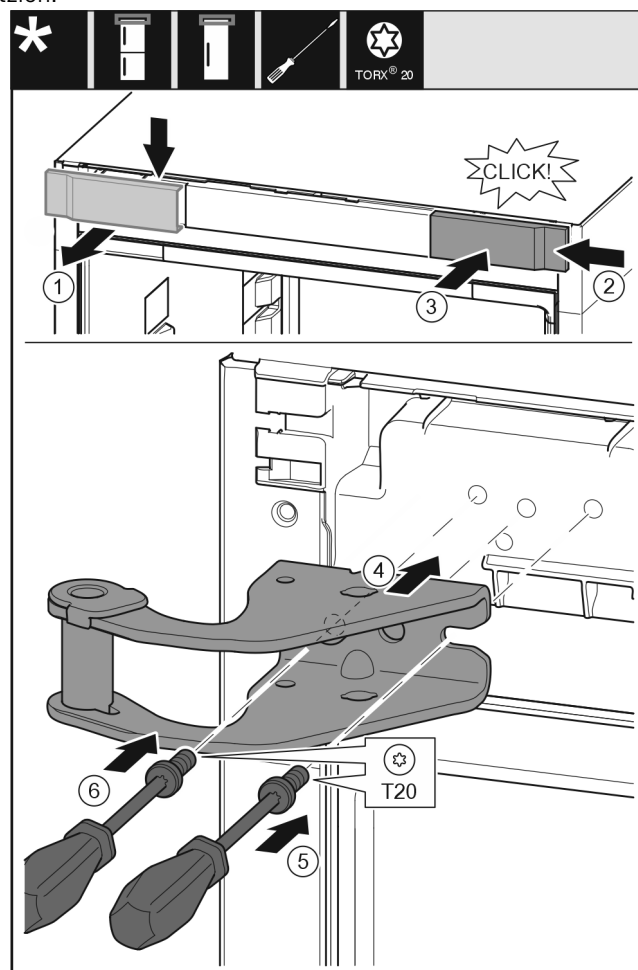

Fig. 31
- Afdekking van boven naar voren toe verwijderen. Fig. 31 (1)
- Afdekking 180° gedraaid op de andere kant van rechts aanbrengen. Fig. 31 (2)
- Afdekking vastklikken. Fig. 31 (3)
- Bovenste lagerbus plaatsen. Fig. 31 (4)
- Schroef met schroevendraaier T20 aanbrengen en vastdraaien. Fig. 31 (5)
- Schroef met schroevendraaier T20 aanbrengen en vastdraaien. Fig. 31 (6)